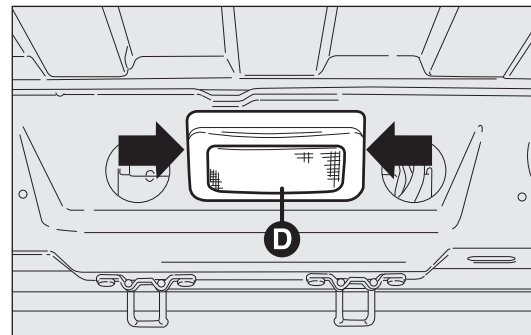
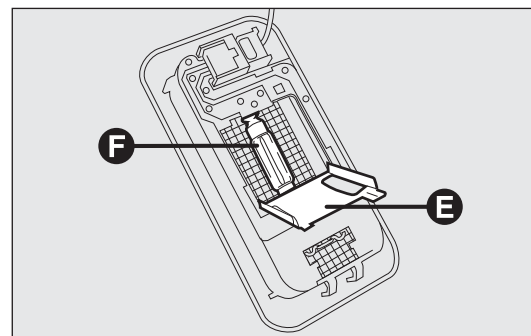

fig. 196
fig. 197
- ❑ agire nei punti indicati dalle frecce e rimuovere la plafoniera D-fig. 196;
- ❑ aprire lo sportellino di protezione E-fig. 197;
- ❑ sostituire la lampada F-fig. 197 svincolandola dai contatti laterali accertandosi che la nuova lampada risulti correttamente bloccata tra i contatti stessi;
- ❑ chiudere lo sportellino di protezione E-fig. 197 e reinserire la plafoniera D-fig. 196 nel proprio alloggiamento accertandosi dell'avvenuto bloccaggio.